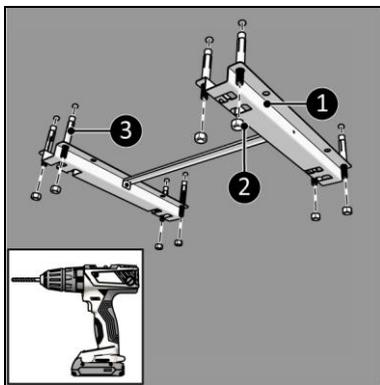

Figure 13
4. Placez le support contre le plafond et marquez les huit trous (figure 13).
6. Placez les boulons d'ancrage (figure 13, pos. 3).
7. Serrez le support (figure 13, pos. 1) contre le plafond avec les huit écrous (figure 13, pos. 2).